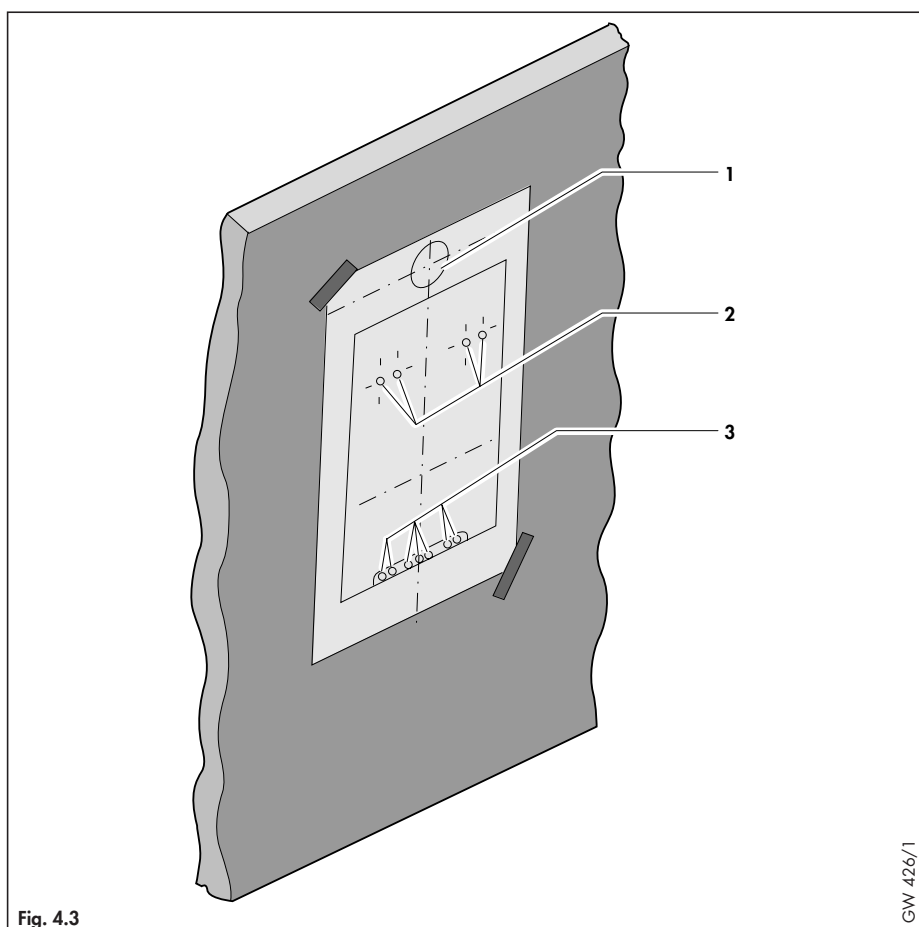

Fig. 4.3
4.3.2 Utiliser le cadre de montage (fig. 4.3)
- Après avoir déterminé un lieu d'installation approprié, fixer le gabarit en papier sur le mur; aligner verticalement l'axe médian du gabarit à l'aide d'un niveau ou d'un fil à plomb. Les positions des trous de fixation pour le support de l'appareil (2) et pour la plaque de raccordement en option (3) sont indiquées sur le gabarit. Celui-ci montre également l'ouverture nécessaire pour la sortie du gaz de combustion lorsque la ventouse est raccordée directement derrière l'appareil – par exemple lorsque l'appareil est monté sur un mur extérieur et que la conduite débouche directement derrière celui-ci.
- Marquer sur le mur la position des trous de fixation pour le support de l'appareil (2). Percer deux trous de diamètre 10 mm pour celui-ci (**remarque:** si le besoin y est, utiliser les deux autres trous de fixation dessinés en alternatif).